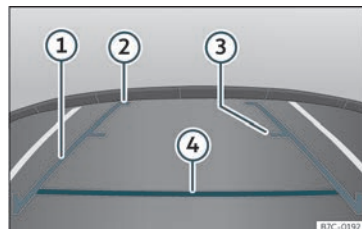

Fig. 249 Visualización na pantalla do sistema Easy Connect: liñas de orientación.
- A carga do vehículo modifica a representación das liñas de orientación >>> fig. 249. O ancho que representan estas, diminúe co nivel de carga. Preste atención ao contorno cando están cargados o interior ou o maleteiro.
» **fig. 249**